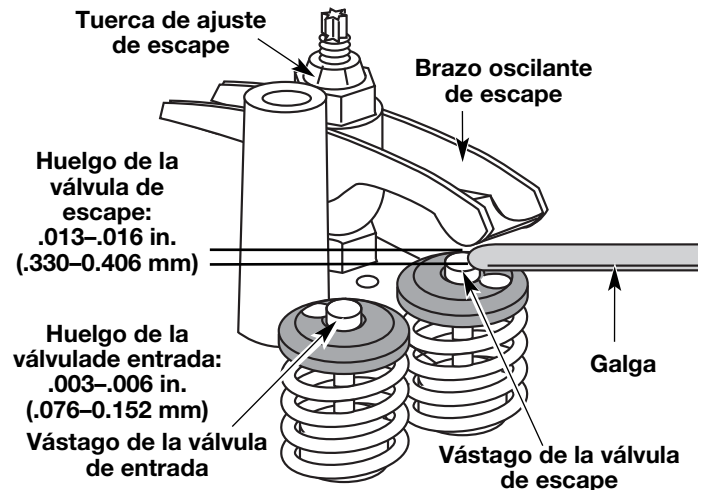

Fig. 67
Use una galga regular de automóvil de .005 y .015 pulgadas (0.127 y 0.381 mm). La galga debe deslizarse entre el brazo oscilante y el vástago de la válvula con una ligera cantidad de resistencia, sin doblarse (Fig. 67).
- a. Gire la tuerca de ajuste con una llave de 5/16 pulgadas (8 mm) o una guía de tuercas (Fig. 67).